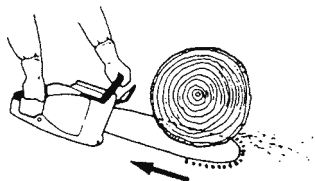

Fig. 16
- Lorsque vous effectuez la coupe avec la partie supérieure du guide-chaîne, la force de réaction poussera la machine vers vous et l'éloignera de la pièce de bois que vous êtes en train de couper. (Fig. 16)